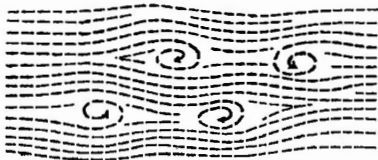

FIG. 1. — Une double file de tourbillons alternés...
CAS signifie Commande Automatique de Sélectivité (comme CAV — Commande Automatique de Volume et CAT — ... de Tonalité). L'utilisateur est, en effet, trop paresseux pour consentir à régler la sélectivité à la main comme l'exige le schéma de la figure 1 B. Y consentirait-il, que le récepteur muni d'un régulateur automatique d'intensité l'en empêcherait, car il entendrait avec la même intensité les émissions puissantes et faibles et
oscillant LC (fig. 1 A). En réduisant la valeur de cette résistance, nous faisons croître l'amortissement du circuit. La résistance  $R$  doit avoir une valeur assez élevée, stable et facilement réglable. Le mieux est d'utiliser, dans ces conditions, la résistance interne d'une lampe  $R$  (fig. 1 B) que nous appellerons « lampe d'amortissement ». Sa résistance cathode-anode sera réglée (1) par variation de la tension de grille effectuée, par exemple, par la manœuvre du potentiomètre  $P$ .
La mécanique — et surtout l'électronique — se montrera à la fois plus compréhensive et plus rapide que l'homme. Confions-lui donc le soin de régler l'amortissement du circuit LC en faisant varier la résistance interne de la lampe  $R$  par changement de son potentiel de grille (fig. 1 C). Il faut que pour les signaux puissants cette résistance diminue, c'est-à-dire que la grille  $R$  devienne plus positive. Il suffit d'utiliser à cet effet les tensions des signaux détectés en les appliquant convenablement à la grille de  $R$  par le fil CAS.